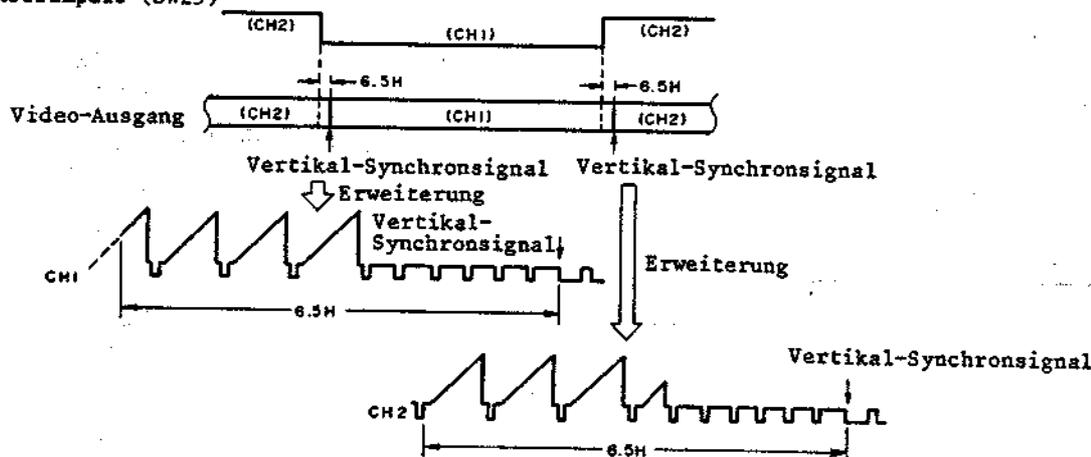

Abb. 4-106 Kopfwechsellpunkt
(2) Kopfwechsellpunkt (Abb. 4-106, 4-151)